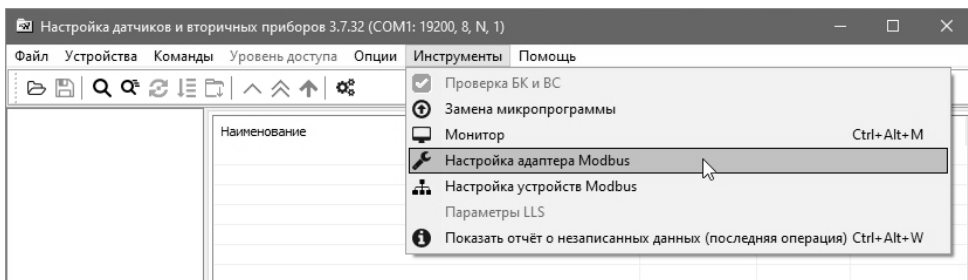

Рисунок 9 – Запуск утилиты «Настройка адаптера Modbus»
3.5.6.3 Для запуска утилиты «Настройка адаптера Modbus» в программе «Настройка датчиков и вторичных приборов» выбрать пункт главного меню «Инструменты» → «Настройка адаптера Modbus» (рисунок 9).